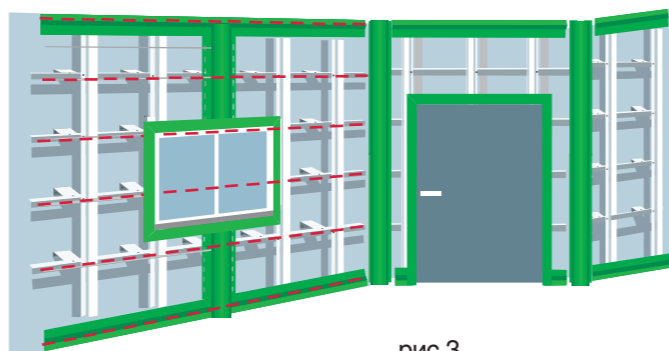
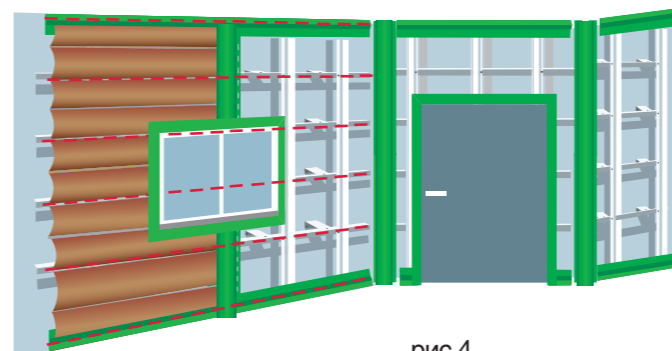

рис.3
рис.4
2. Для соблюдения горизонтального уровня монтируемых панелей Блок-Хауса нанесите разметку на фасад (рис.3). Разметка должна обозначать нижний край монтируемой панели (рис.4);